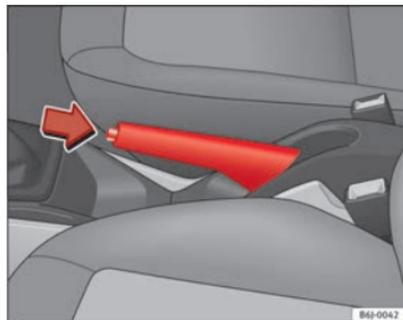

Fig. 118 Travão de mão entre os bancos dianteiros
- Puxe com força para cima a alavanca do travão de mão ⇒ Fig. 118.
- Puxar a alavanca um pouco para cima, premir o botão de desbloqueio no sentido da seta ⇒ Fig. 118 e fazer descer completamente a alavanca ⇒ .